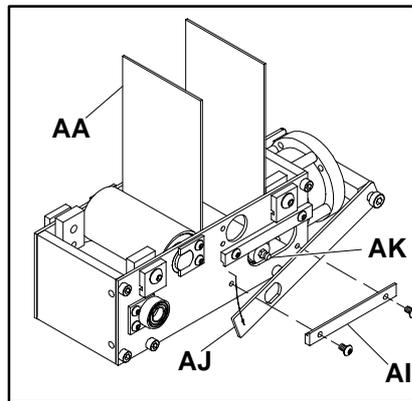

Figure 14
Retirez les vis et la glissière inférieure de la poulie de tension (AI de la figure 14) d'un côté de l'entraînement central.
Repositionnez la plaque de tension latérale (AJ de la figure 14) en la faisant tourner par dessus le graisseur (AK) de la poulie de tension.